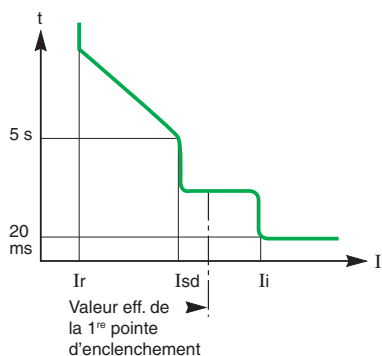

Fig. N32 : Courbe de déclenchement d'un disjoncteur Compact NSX équipé d'un déclencheur Micrologic.
- soit des disjoncteurs sélectifs (avec une légère temporisation pour la protection Court retard) de la gamme Compact NSX (cf. Fig. N32),